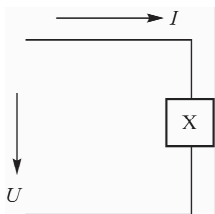

图 1-21 【例 1-8】图
**【例 1-8】** 如图 1-21 所示, 流过元件 X 的电流  $I=-1 \text{ A}$ , 加在元件 X 两端的电压  $U=2 \text{ V}$ , 该元件是电源还是负载?